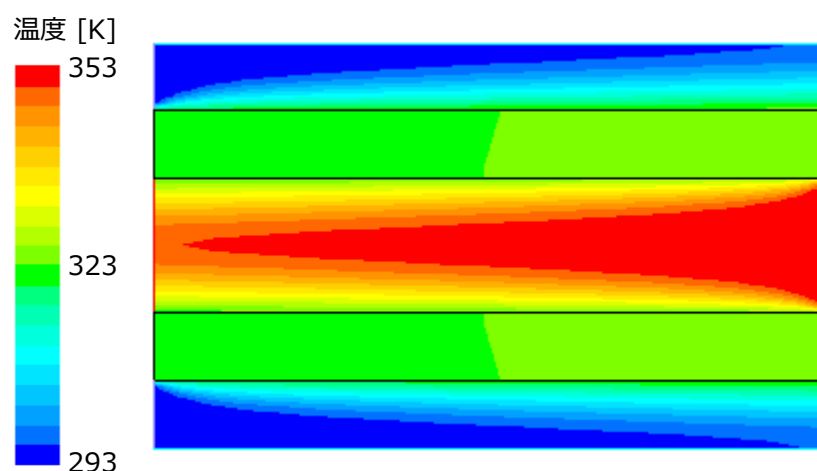

図 21 熱交換器内部の温度分布
- **Graphics and Animations** → **Graphics** → **Contours** を選択して Set Up ボタンを押す。表示される画面で Option の **Filled** にチェックを入れ、Contours of を **Temperature, Static Temperature** を選んで **Display** のボタンを押す。図 21 のような温度分布が得られる。
- 図 21 の温度分布をみると壁の内部がほぼ均一な温度になっている。一般には流路が小さくなると比表面積が大きくなり伝熱効率は上がる。しかし、軸方向の熱伝導も速くなり、とくに今回採用した銅のような熱伝導率が高い物質を壁に用いると壁内部の温度が軸方向に均一になってしまい、向流型と並流型の熱交換効率に差がなくなってしまうことがある。場合によっては熱伝導率の低い材料が効率的な熱交換を可能にすることもある。